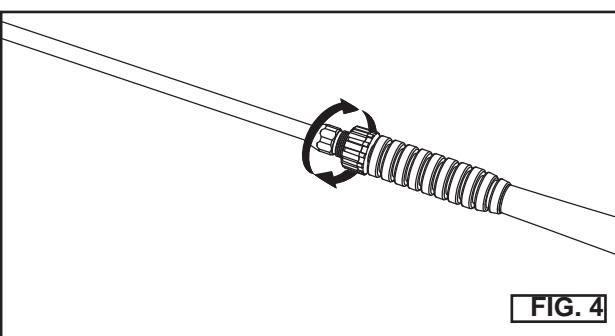

FIG. 4
7. Connectez la lance de vaporisation au pistolet. Serrez à fond. (Fig. 4)